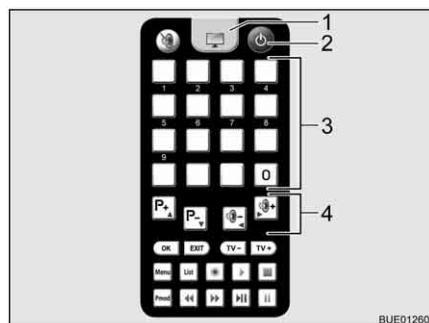

Fig. 22 Télécommande téléviseur
- Appuyer sur la touche "⌚" (Fig. 22,2) sur la télécommande du téléviseur. L'antenne passe dans le mode de recherche. Une tonalité continue retentit.
- Appuyer sur la touche de la télécommande du téléviseur (Fig. 22,1) pour passer sur réception sur le téléviseur. La tonalité disparaît. Une image apparaît à l'écran.
- Choisir la station désirée au moyen des touches de mémoire (Fig. 22,3) de la télécommande du téléviseur ou des touches de fonction (Fig. 22,4).